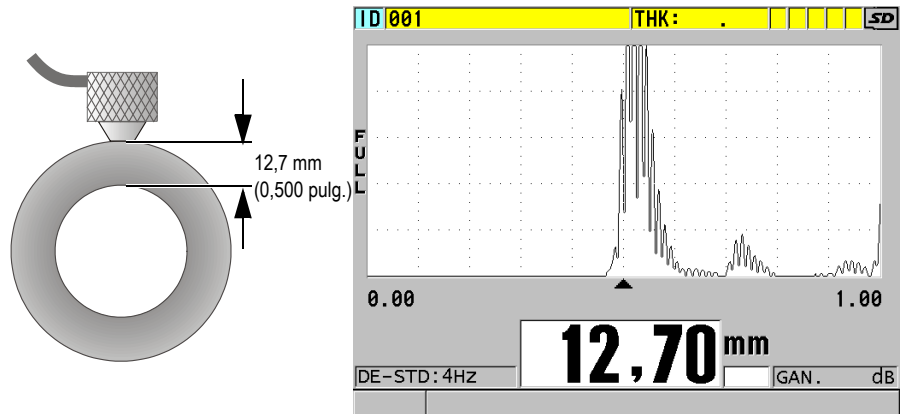

Figura 5-9 Acoplamiento de sonda dual y lectura del espesor medido
2. Ejercer una presión moderada a firme para acoplar la punta de la sonda sobre la superficie del material bajo ensayo. Mantenga la sonda al ras de la superficie de dicho material. Véase la Figura 5-9 en la página 85.